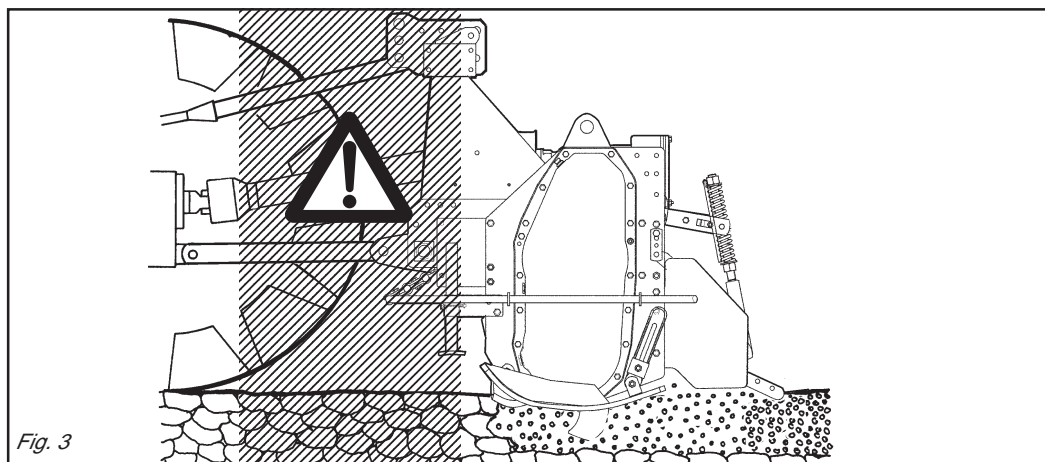

Fig. 3
- 29) È assolutamente vietato interpersi fra il trattore e l'attacco della macchina per manovrare il comando dall'esterno per il sollevamento (Fig. 3).
- 29) *It is absolutely forbidden to stand between the tractor and the implement when manoeuvring the lift control from the outside (Fig. 3).*
- 29) Es ist absolut verboten, zwischen den Schlepper und den Anschluß zu treten, um die Aushebung von außen zu betätigen (Abb. 3).
- 29) *Il est absolument interdit de se mettre entre le tracteur et l'attelage pour manoeuvrer la commande de relevage de l'extérieur (Fig. 3).*
- 29) Está absolutamente prohibido colocarse entre el tractor y el enganche para maniobrar el mando desde el externo en la fase de elevación (Fig. 3).